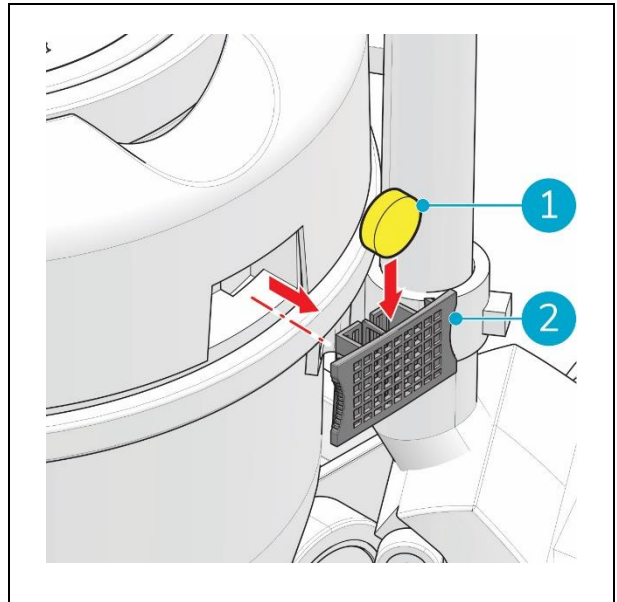

Figure 25
1. Retirez le porte-capsule (fig. 25, pos. 2) du capot de l'i-vac® 6.
3. Insérez la nouvelle capsule de parfum (fig. 25, pos. 1).